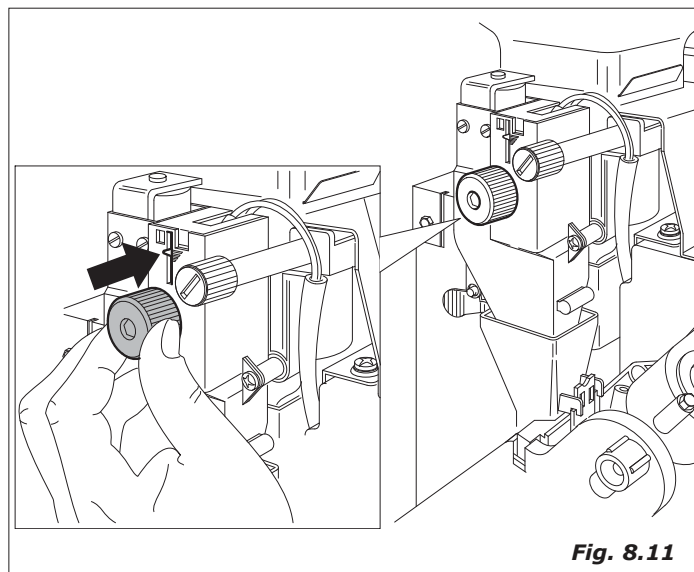

Fig. 8.11
- **Grammage du café moulu.** Varier la quantité en agissant sur la poignée placée sur le doseur (Fig.8.11).
La variation de produit est contrôlable par l'intermédiaire des crans de référence placés sur le corps du doseur (voir figure 8.11).